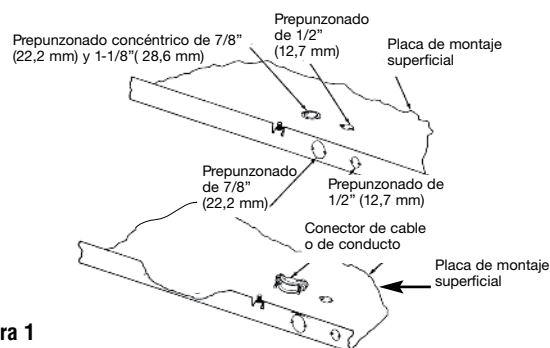

Figura 1
2. Extraiga la placa de montaje superficial (Figura 1) de la caja que contiene el gabinete de montaje superficial tipo FIE-SEB-N o FIE-SEBNW-W.
3. Retire uno de los troqueles que están cerca del tornillo de puesta a tierra e instale un conector de cables o conductos (Figura 1).